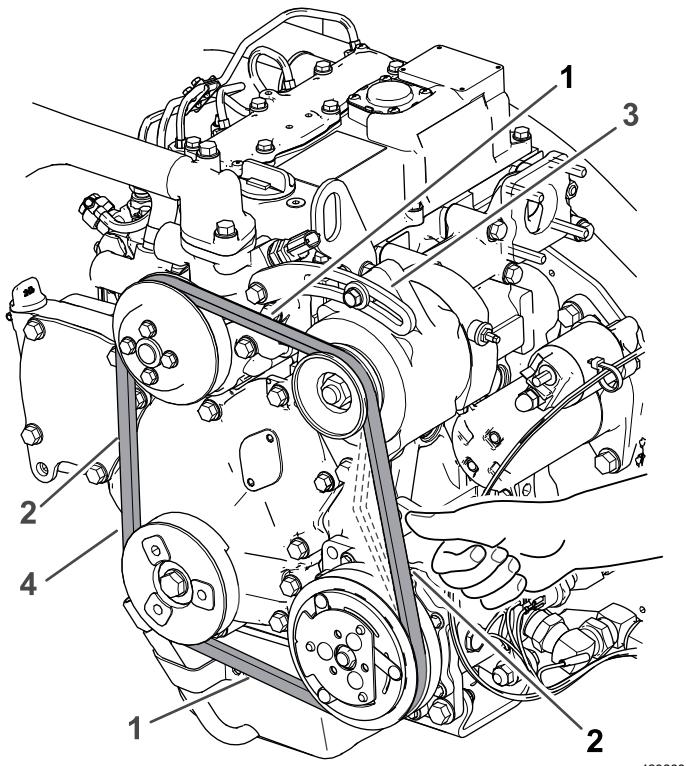

Figure 41
- 8. Avec le doigt ou une règle, mesurez la flèche de la courroie en exerçant une force de 98 N sur la courroie entre les poulies, comme montré à la Figure 41.